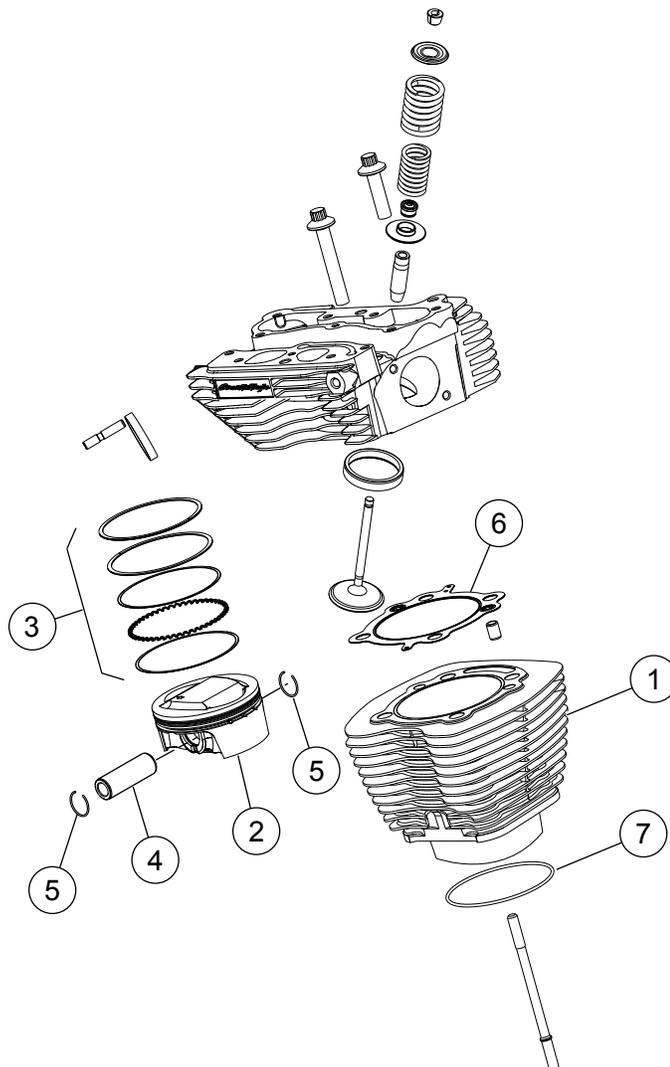
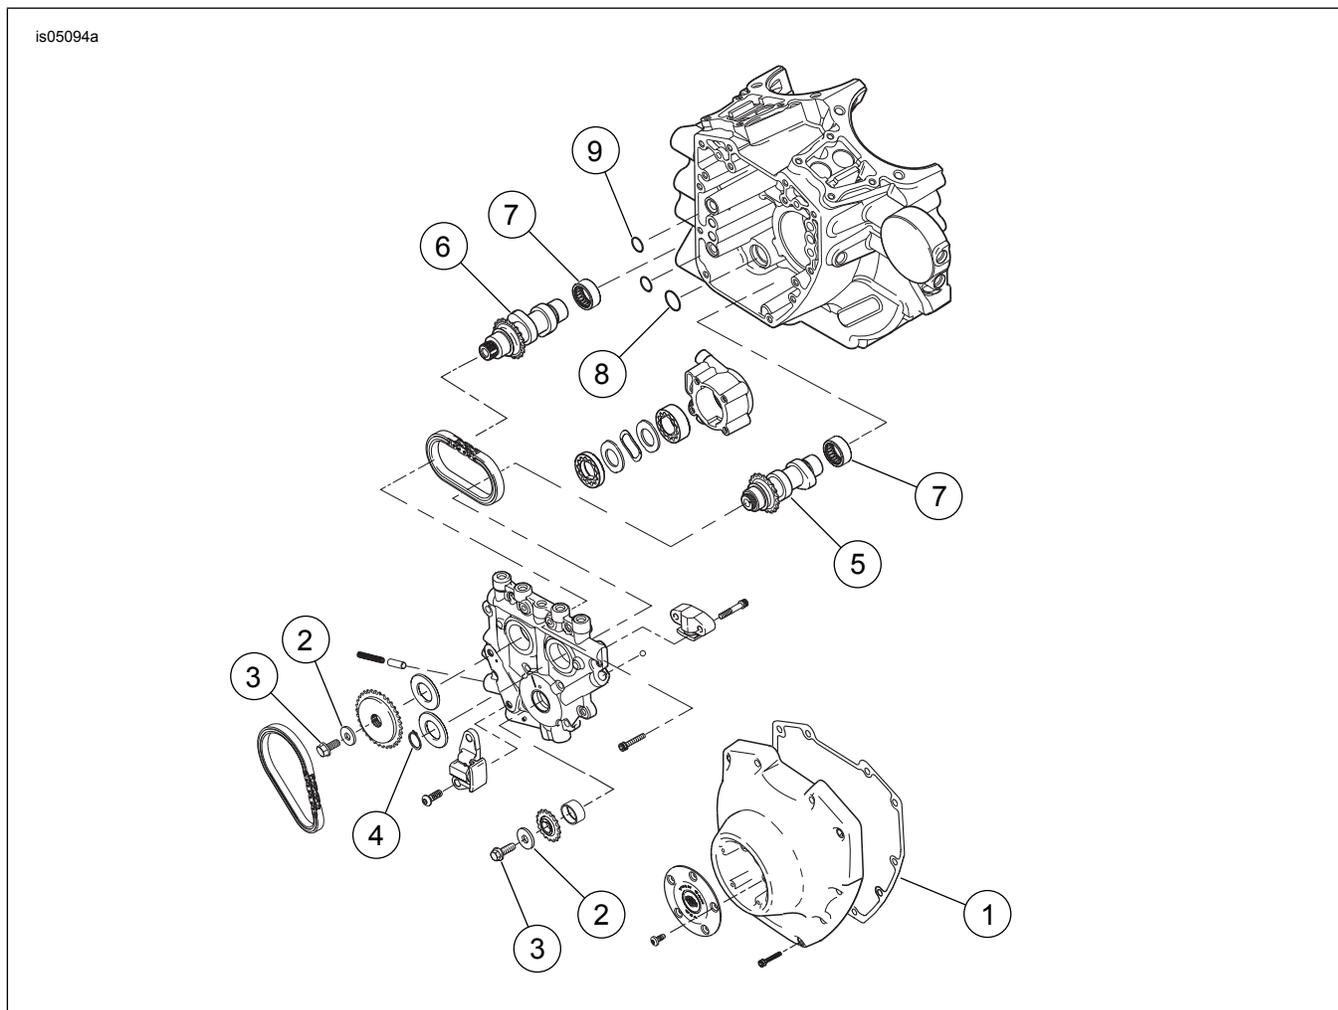

Figura 1. Piezas de servicio: Kit Stage 2 Screamin' Eagle PRO TC 103 (1690 cc)
Figura 3. Piezas de servicio: Kit Stage 2 Screamin' Eagle PRO TC 103 (1690 cc)
Vea Figura 1 a Figura 3, y Tabla 1 a Tabla 3.
1. Vea Figura 3. Inspeccione los cojinetes de agujas del árbol de levas (7) y reemplácelos si es necesario.
2. Vea Figura 1 a Figura 3. Con las piezas del kit, arme las levas en la placa de levas y el extremo superior del motor. Vea las secciones correspondientes del MOTOR en el Manual de servicio.